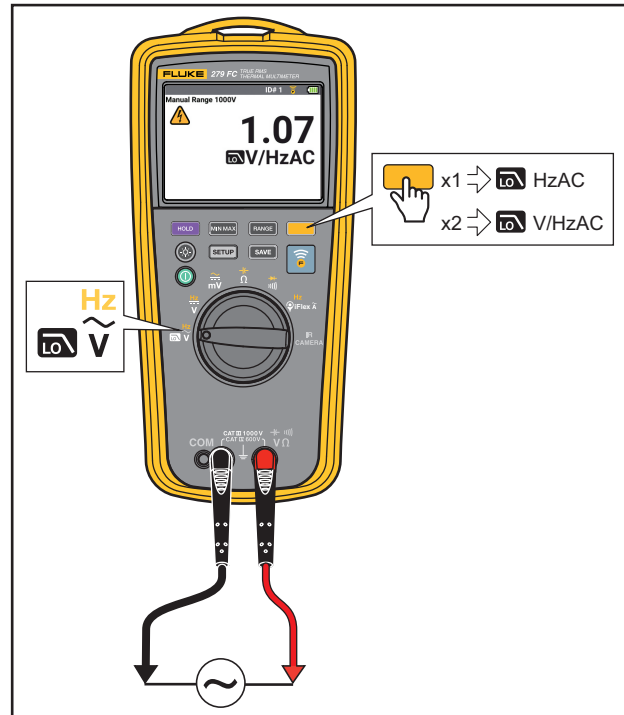

Abbildung 6. Volt-Hertz-Verhältnis
- Volt-Hertz-Verhältnis, siehe Abbildung 6.
Das Multimeter kann das Verhältnis von Volt zur Frequenz des Wechselstromsignals anzeigen. siehe Abbildung 6.